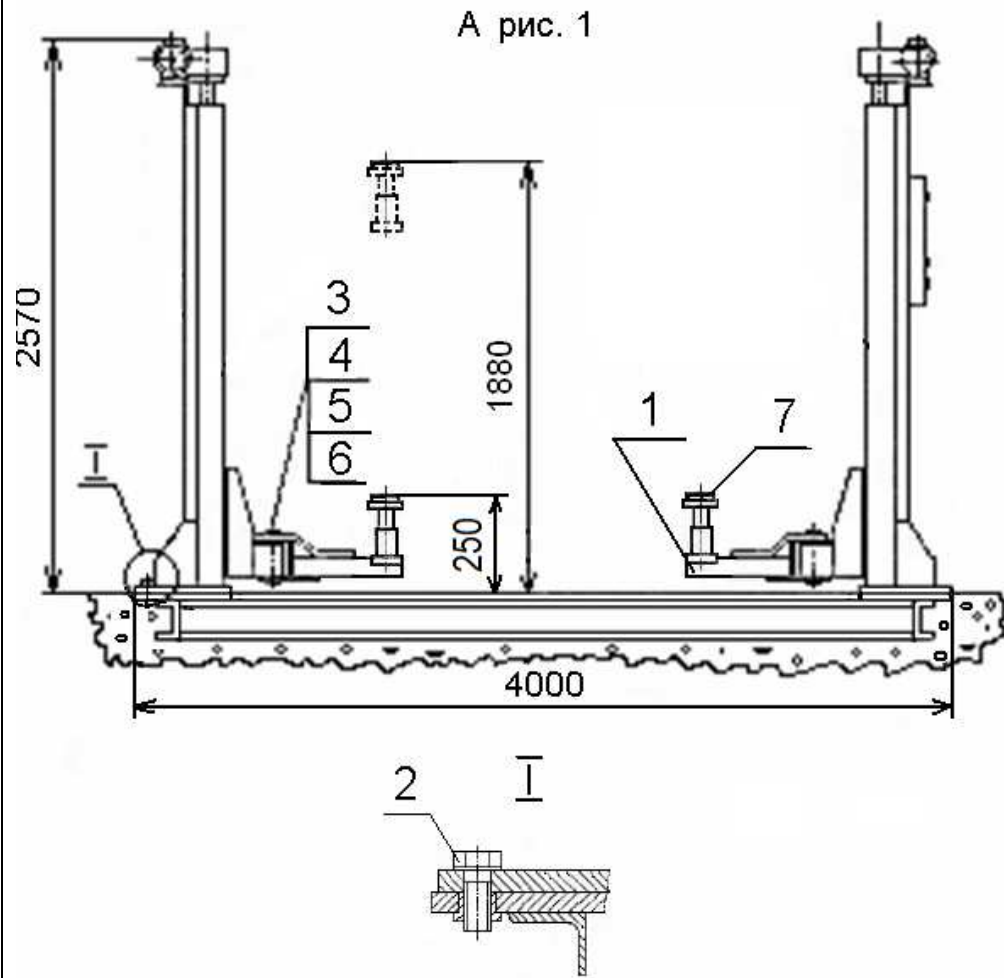

Рис. 2. Подъемник ПС-16АТ
4.1.1. Подъемник состоит из четырех стоек № 1, 2, 3, 4 (см. Рис.1 и Рис. 2) и балок поворотных 1. Стойки № 1, 2, 3, 4 подъемника крепятся болтами 2 (см. выноску I на Рис.2) к раме, состоящей из трех оснований. Рама забетонирована в пол.